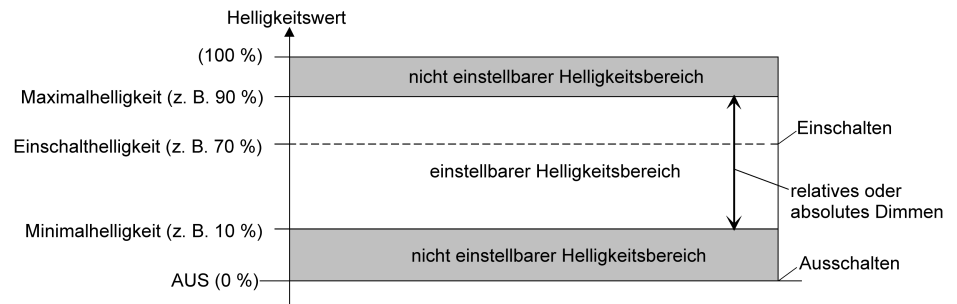

Bild 14: Beispiel eines Helligkeitsbereiches mit Minimalhelligkeit
- Definition der unteren Helligkeitsgrenze mit Minimalhelligkeit (siehe Bild 14):